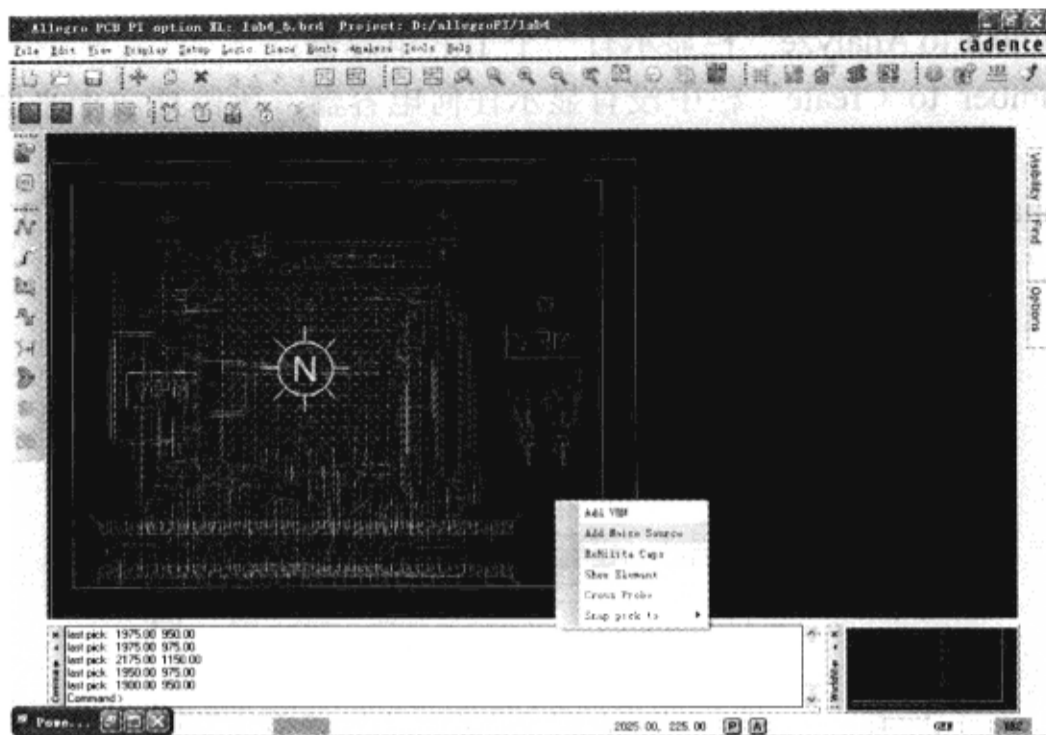

图 10-7-79 选择“Add Noise Source”
(5) 在 Allegro PCB PI option XL 窗口中单击鼠标右键，在弹出的菜单中选择“Add Noise Source”，如图 10-7-79 所示。